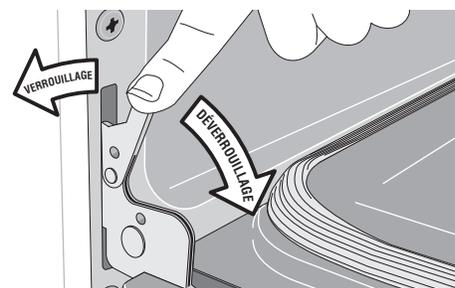

Figure 56 : Positions verrouillée/déverrouillée de la charnière
2. Abaissez complètement les verrous des charnières de gauche et de droite du cadre de la cuisinière vers la porte du four (Figure 56). Vous pourriez avoir besoin d'un petit tournevis à tête plate.
4. Soulevez les verrous des charnières de droite et de gauche dans le cadre du four (Figure 56) jusqu'à ce qu'ils soient en position verrouillée, puis refermez la porte du four.